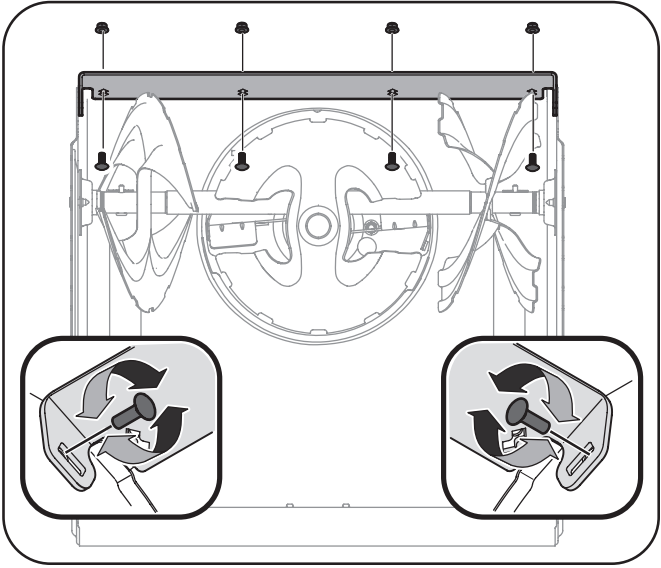

Figure 6-3
4. Faites glisser la lame de raclage vers le bas à la deuxième position. Insérez et serrez bien les boulons. Voir la Figure 6-2 and Fig. 6-3.
4. Faites glisser la lame de raclage vers le bas à la deuxième position. Serrez bien les boulons. Voir la Figure 6-2 and Fig. 6-3.
2. Installez la lame plate neuve en vérifiant que la tête des boulons ordinaires, les rondelles se trouve à l'intérieur de l'habitacle. Serrez à fond. Voir la Figure 6-3.